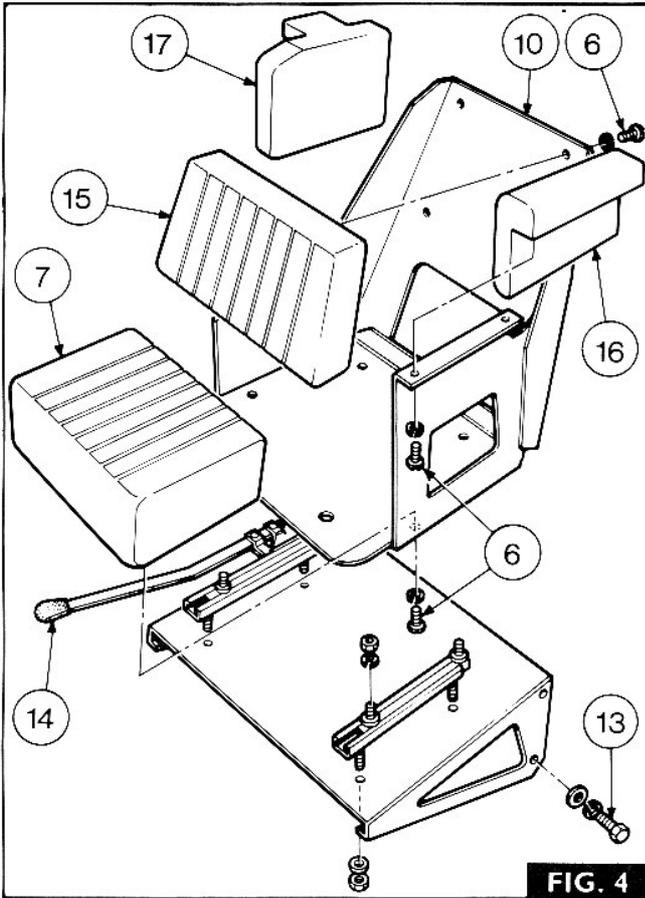

FIG. 4
2. Fig. 4. Retirer les 4 vis (6) et sortir le coussin de siège (7) en le faisant glisser.
3. Fig. 4. Mettre en place le coussin de siège (7) en utilisant les 4 vis (6) et les rondelles frein.
### Dépose (Fig. 4)
2. Fig. 4. Retirer les 4 vis (13) qui maintiennent l'ensemble de siège sur le réservoir de carburant.
1. Fig. 4. Retirer les 4 vis (6) et les rondelles frein fixant le coussin sur l'armature principale.
Dépose (Fig. 4.)
1. Fig. 4. Repousser le levier (14) vers la gauche, puis faire coulisser le siège à fond vers l'avant.
2. Retirer les 4 vis (6) et les rondelles frein, soulever le dossier (15).
Dépose (Fig. 4)
1. Fig. 4. Retirer les 2 vis (6) et les rondelles frein qui maintiennent l'accou-